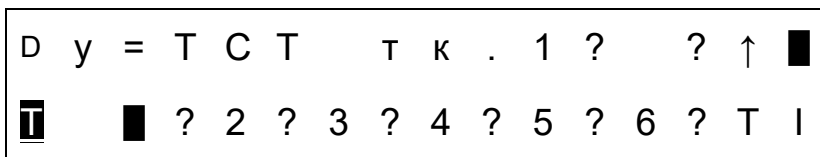

Рисунок 9 — Меню «Выбор параметров поверки»
- кнопками  и  установить курсор на символ с условным обозначением измеряемого параметра (см. рисунок 9);
- кнопками  и  выбрать режим поверки по периоду — «Т» (см. рисунок 9);
- нажатием кнопки  выбрать измеряемый параметр период — Т и ток — I. Выбранный параметр в правой части дисплея отображается заглавной буквой: «I» — ток, «Т» — период, «F» — частота (см. рисунок 9). Если параметр отображается строчной буквой, то измерение по этому параметру не производится (см. рисунок 10). Параметры «Т» и «F» являются взаимоисключающими и для них созданы отдельные калибровочные таблицы (см. таблицы 3; 4). Поверки калибратора по периоду и частоте производятся отдельно.